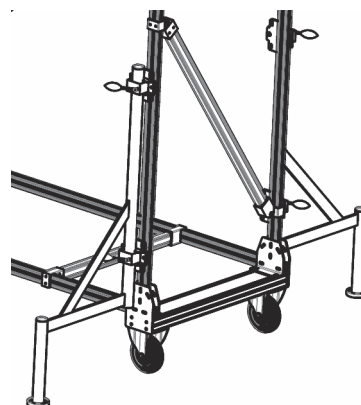
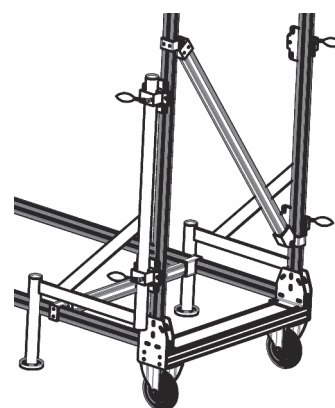

Abb. 2
Abb. 3
**Wichtig:** Bei dem Besteigen der Treppe müssen die Ausleger um 90° ausgeklappt, auf den Boden aufgesetzt werden und die Klemmschellen verschlossen werden (Abb.2). Zum Verfahren der Treppe müssen Sie die Ausleger wieder anheben, beiklappen und die Klemmschellen verschließen, damit Sie beim Verfahren genug Bodenfreiheit haben und die Ausleger nicht am Boden schleifen (Abb.3).